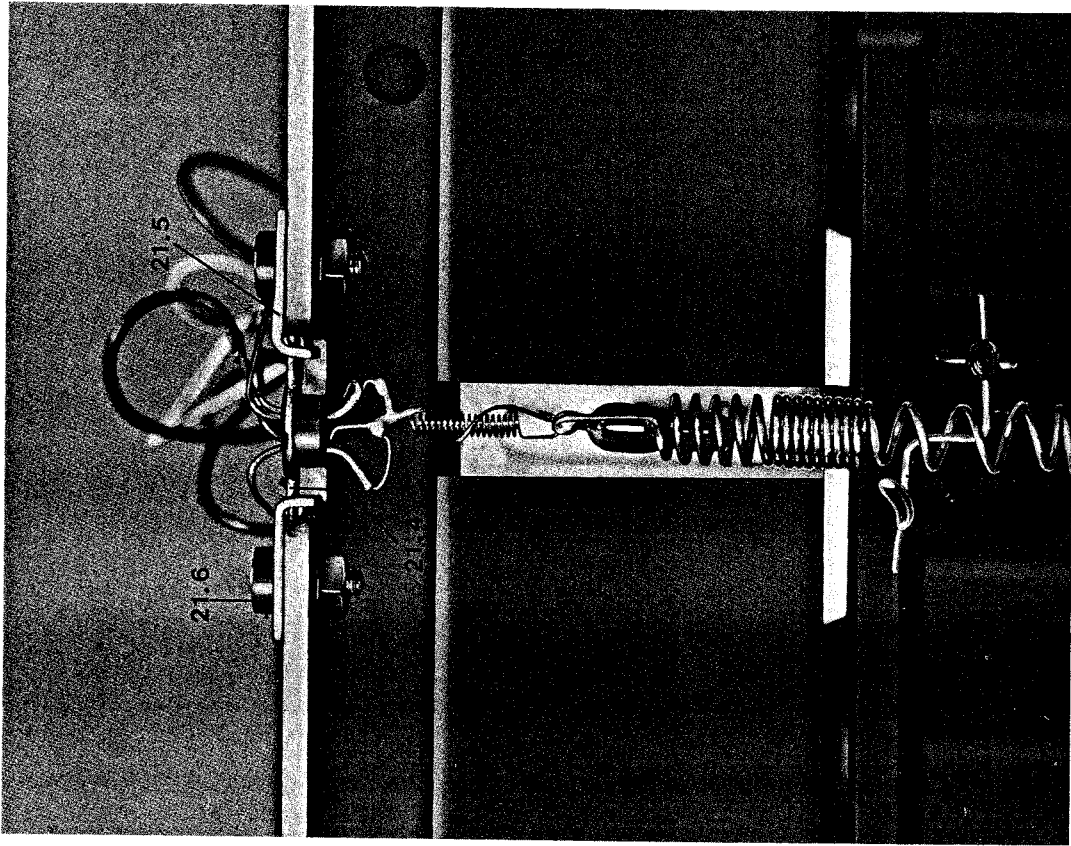

Abb. 7
- 8.1.4 daß die Federn bzw. die Rähmchen nicht an den Magneten im Luftspalt anliegen (siehe Abb. 7).
- 8.1.5 daß die Federn nicht an den Hubbegrenzungen (21.8) anliegen (siehe Abb. 7).
- 8.1.6 daß die Rähmchenanschlußdrähte nicht die Federn berühren (siehe Abb. 7).
- 8.1.7 Die Rähmchen sollen im Luftspalt unter einem Winkel von $45^{\circ} \pm 5^{\circ}$ stehen (siehe Abb. 7) und den erforderlichen Widerstand aufweisen. Der Widerstand wird zwischen den Steckerstiften an den Steckern der Halleinheit gemessen. Die Widerstände sollen zwischen den Steckerstiften
- 8.1.4 the springs or coils should not touch the magnet in the air gap (see fig. 7).
- 8.1.5 the springs should not touch the movement limiters (21.8; see fig. 7).
- 8.1.6 the thin wires from the coil connections should not touch the springs (see fig. 7).
- 8.1.7 The small coils should be positioned in the air gap of the magnet in an angle of $45^{\circ} \pm 5^{\circ}$ (see fig. 7) and should have the necessary resistance. The resistance is measured between the pins of the reverb unit connector and should have a value of: